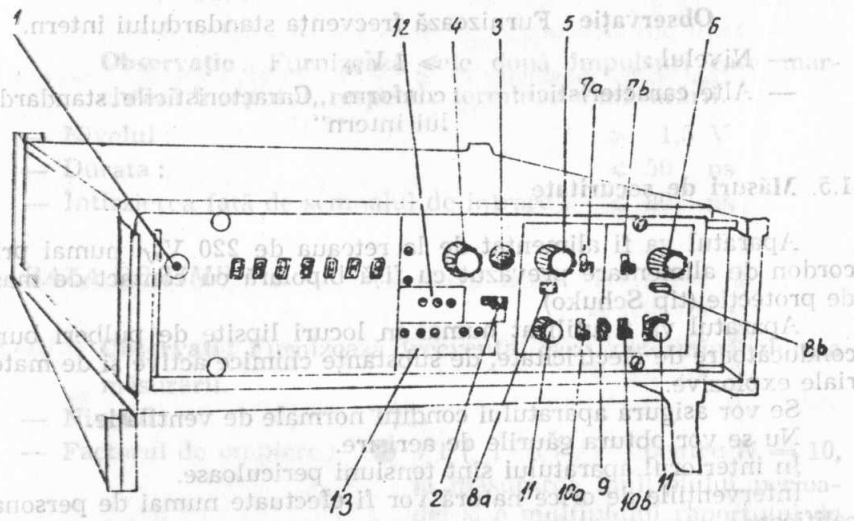

Fig. 1. Elementele de pe panoul frontal.
● cu intrări separate : între primul front la intrarea A, care coincide cu frontul selectat cu comutatorul (v. fig. 1) intrării A și primul front care, după aceasta, apare la intrarea B și coincide cu cel selectat cu comutatorul intrării B.
- Se aduce comutatorul **Rezoluție-Funcțiuni-Reciclare** (2, fig. 1) în poziția **Funcțiuni**.
- Se acționează repetat comutatorul **ȘTERGERE (Selectare)** (3, fig. 1) pînă se luminează indicatorul cu denumirea funcției care trebuie selectată (una din poz. 13, fig. 1).
- Se acționează repetat comutatorul **ȘTERGERE (Selectare)** pînă cînd se luminează indicatorul corespunzător rezoluției dorite (una din poz. 12, fig. 1).
- Comutatorul Rezoluție-Funcțiuni-Reciclare (2, fig. 1) în poziția Funcțiuni.
- Comutatorul ȘTERGERE (Selectare) (3, fig. 1) acționat repetat, pînă se luminează indicatorul Test (13, fig. 1).